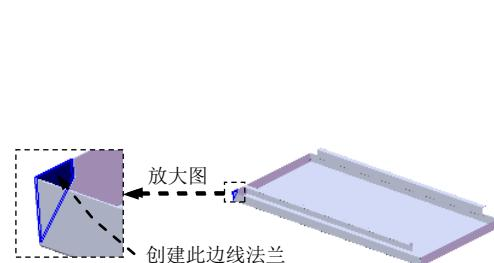

图 17.6.28 创建边线—法兰 14
Step14. 用相同的方法创建另一侧的边线法兰 14（图 17.6.28），详细操作步骤参见上一步。